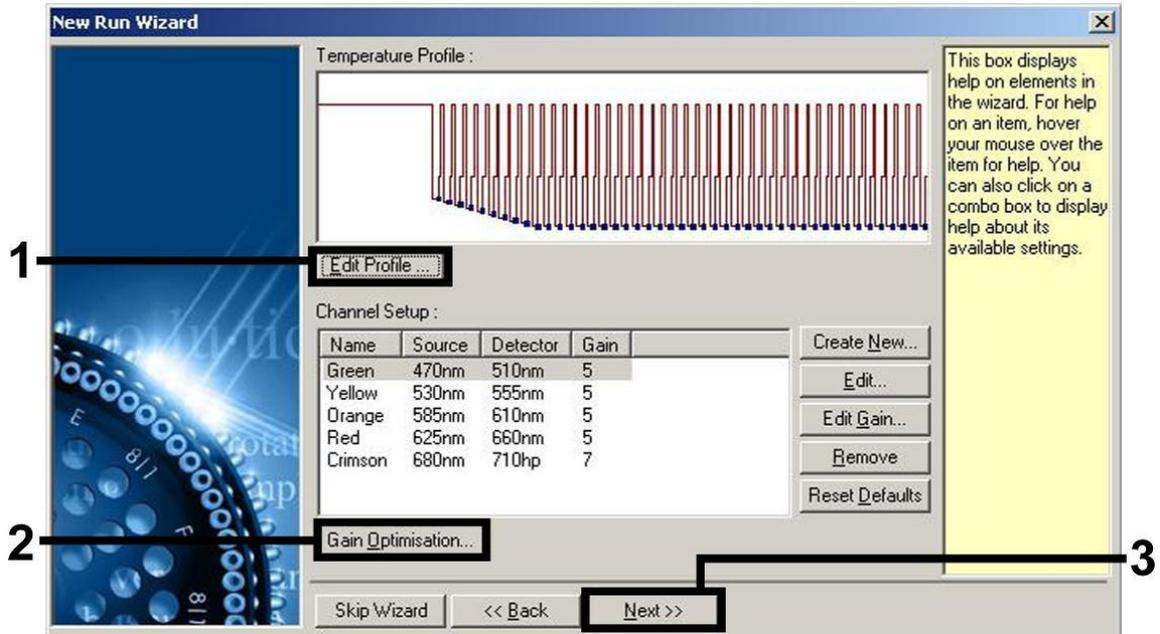
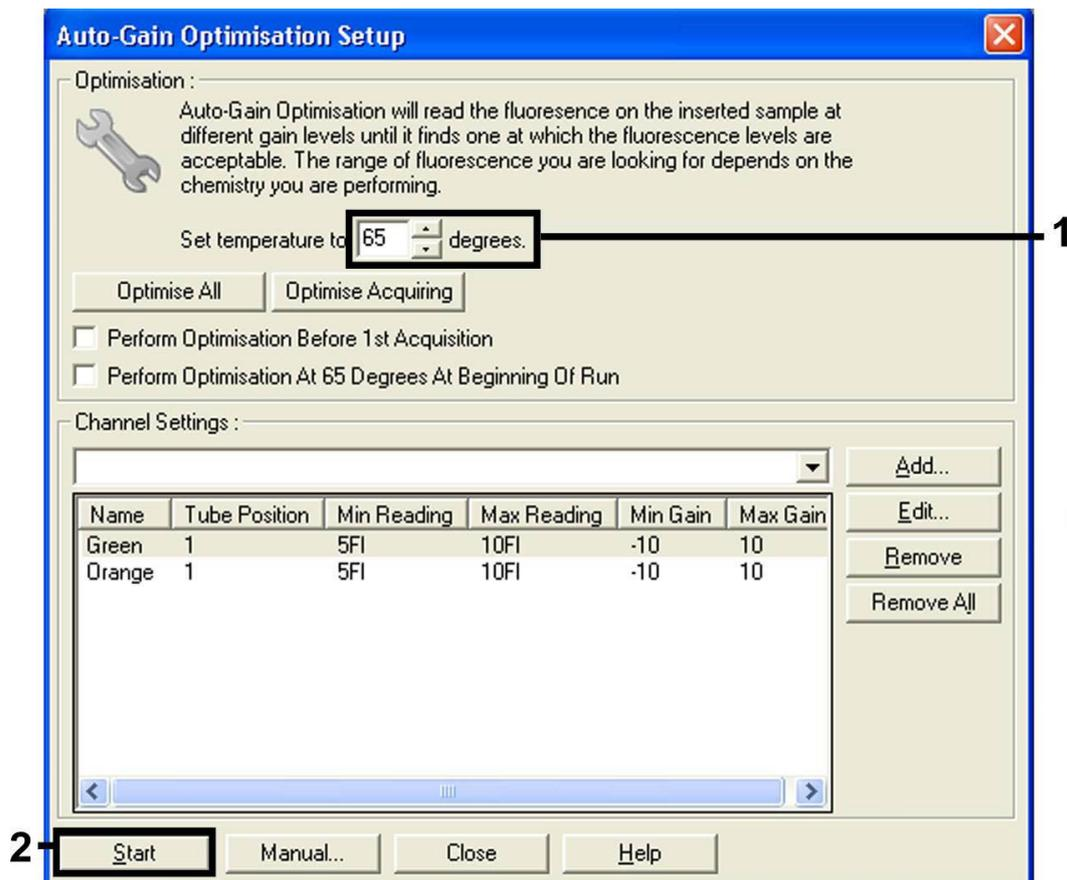

Figure 3 Modification du profil.
Figure 6 Ajustement de la sensibilité des canaux de fluorescence.
Ajustement de la sensibilité des canaux de fluorescence	Figure 6
8. Dans la boîte de dialogue « New Run Wizard », cliquer sur le bouton « Edit Profile » (Modifier profil) (Figure 3) et programmer le profil de température comme indiqué sur les figures 3-5).
9. La plage de détection des canaux de fluorescence doit être déterminée selon les intensités de fluorescence des tubes de PCR. Dans la boîte de dialogue « New Run Wizard », cliquer sur « Gain Optimisation » (Optimisation du gain) (cf. figure 3) pour ouvrir la boîte de dialogue « Auto-Gain Optimisation Setup » (Configuration de l'optimisation du gain automatique). Régler la température de calibration à 65 pour qu'elle corresponde à la température d'hybridation du programme d'amplification (Figure 6).